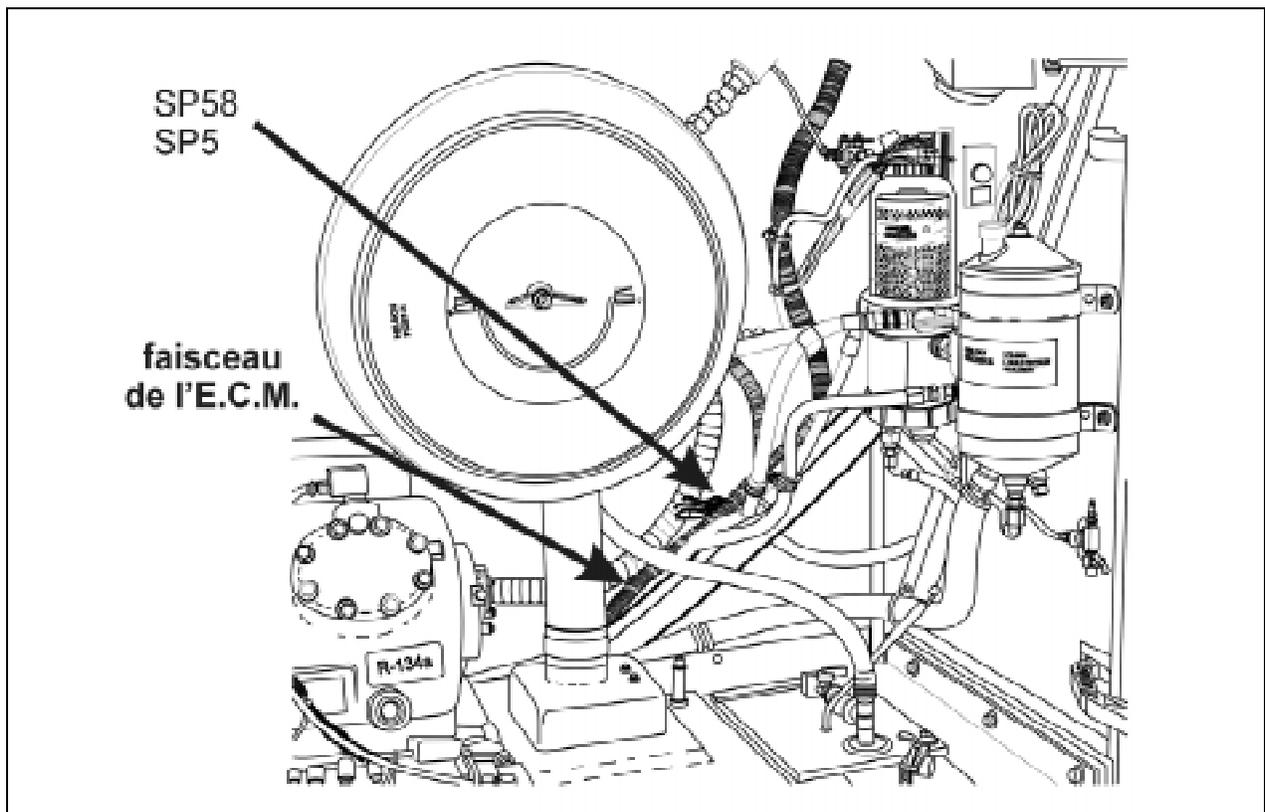

FIGURE 3 : LOCALISATION DU FAISCEAU DE L'E.C.M. ET DES FILS SP58 (H3) & SP5 (XL) AU CÔTÉ DROIT DU MOTEUR
**Remarque :** Le fil SP58 est un fil libre, il sort du faisceau de l'E.C.M par une ouverture pratiquée dans la gaine. Le faisceau de l'E.C.M débute au bas de l'E.C.M du côté droit et longe le renfort de structure incliné situé du côté droit du moteur. Voir la figure 3 pour localiser le fil SP58.